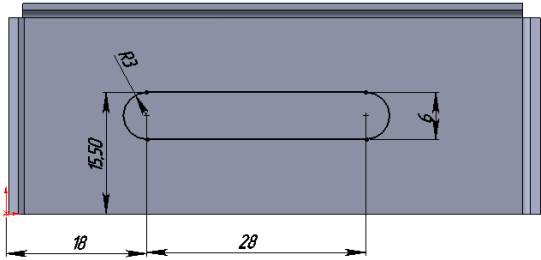

Рисунок 9.41 - Ескіз вирізу на дні перегородки
11. Тепер побудуємо виріз на дні перегородки. Для цього відкріємо ескіз на площині базової крайки й намалюємо ескіз вирізу (рис. 9.41).